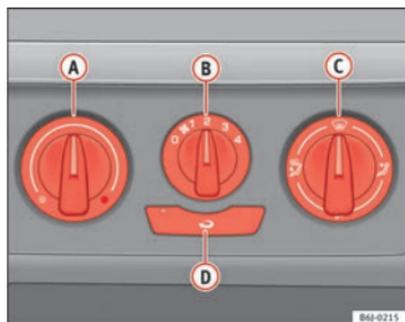

Fig. 89 Sur la planche de bord : éléments de commande du chauffage
- Les régulateurs **A** et **C** et la commande **B** ⇒ fig. 89 permettent de régler la température, la distribution de l'air et la vitesse de la turbine.